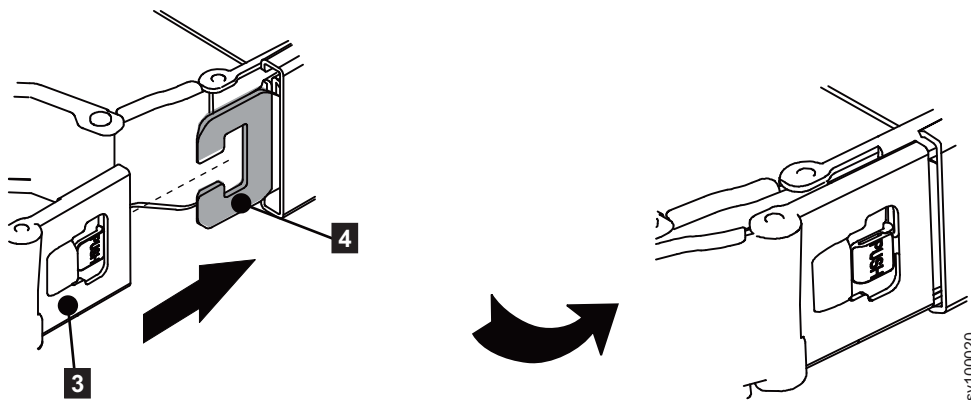

図 25. 外部メンバーの取り付け
3. ケーブル・マネジメント・アームの外部コネクタ (3) を外部メンバーのケーブル・マネジメント・アーム・コネクタ・ベース (4) に取り付けます。図 25 を参照してください。